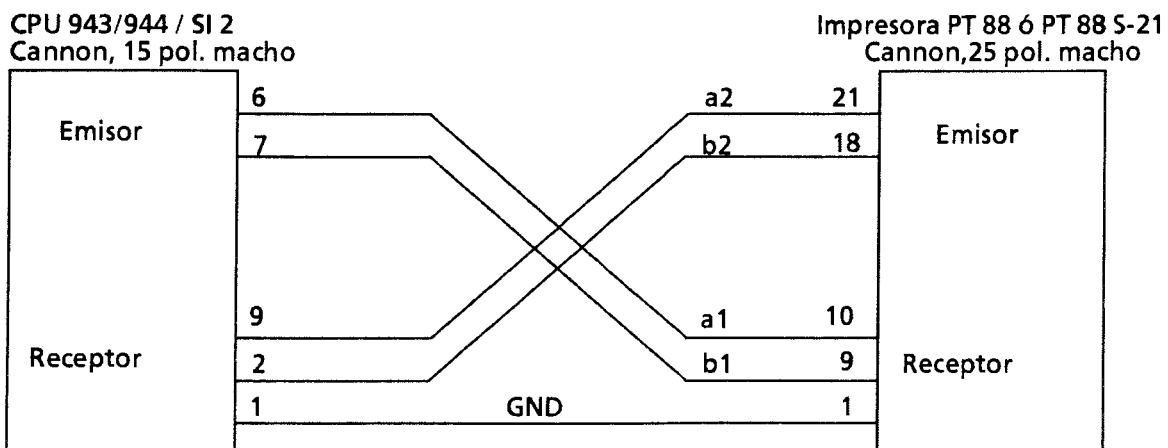

Fig. 12.12 Ocupación de los pines del cable de conexión de la CPU 943/944 / SI 2 a la impresora PT88 ó PT88 S-21 (TTY)
- Conectar la impresora PT88 al SI 2 de la CPU 943/944 a través del cable adecuado (v. fig. 12.12)